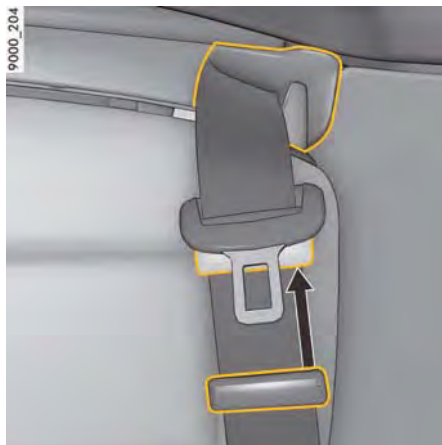

図91: シートベルトの解除
3. ベルト・ラッチは、シートベルト引き出し口の約7cm下にプラスチック・スライドで固定してください(図91)。プラスチック・スライドがシート・ベルト・ラッチを手の届きやすい位置で保持します。